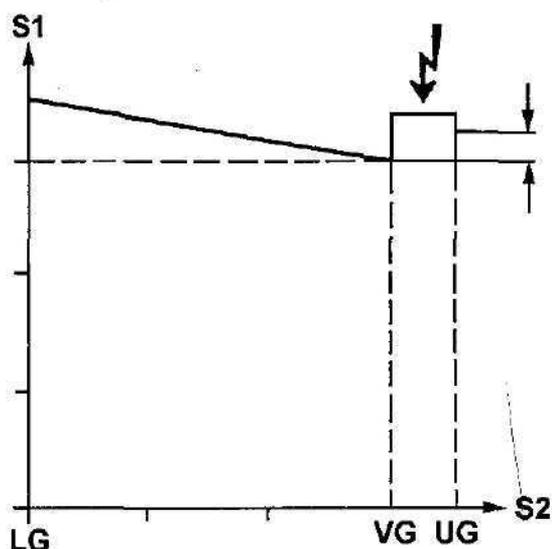

Рис. 8.
подвода рабочего давления (AD-2). Это соответственно вызовет повышение давления (S1) и т.д. Давление (S2) действует на гораздо меньшую поверхность плунжера клапана (32), поэтому его влияние на формирование управляющего давления (S1) - незначительно. Таким образом, величину давления (S1) можно считать практически постоянной (рис. 8).
Система формирования давления принудительного понижения передачи состоит из следующих элементов (рис. 8 цв.):